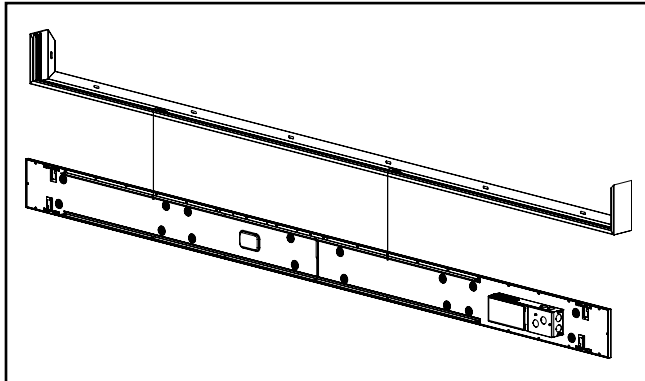

Figure 15.
- B5. Suspendez le luminaire avec les 2 câbles d'attache en insérant la bride à ailettes dans le deuxième trou à partir de l'extrémité de l'un des rails en T à l'arrière du luminaire. (figures 15 et 16.)